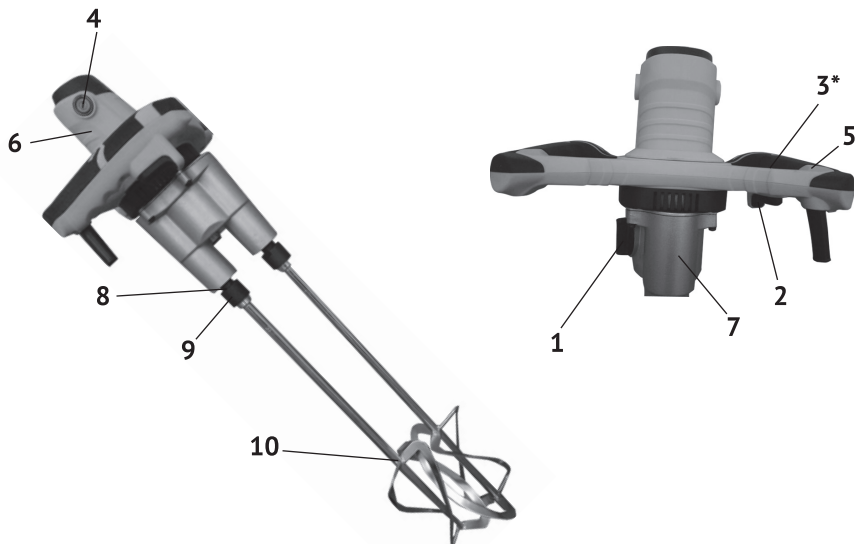

рис.1
1.6 Общий вид миксера представлен на рис.1
1.7 Миксер состоит из коллекторного двигателя в пластиковом корпусе (рис.1 поз.6) и редуктора, расположенного в металлическом корпусе (рис.1 поз.7). Крутящий момент с якоря электродвигателя через систему шестерён, передаётся на два шпинделя, соосных с двигателем. На шпиндели, накидными гайками (резьба М27 внутренняя) крепятся насадки. Гайки (рис.1 поз.9) и насадки (рис.1 поз.10) имеют хорошо различимые маркировки: «R» - правая и «L» - левая.
1.8 Клавиша выключателя (рис.1 поз.2) расположена в нижней части правой рукоятки. Слева на рукоятке находится кнопка (рис.1 поз.3) фиксации клавиши выключателя в рабочем положении. Скорость вращения шпинделей в каждом из режимов регулируется усилием, приложенным к клавише выключателя. На максимальных оборотах каждого из режимов кнопка (рис.1 поз.3) фиксирует клавишу в рабочем положении.
2.2.1 Закрепить насадки (рис.1 поз.10) гайками (рис.1 поз.9) к шпинделям (строго по маркировкам – «R» к «R» а «L» к «L»), и затянуть их ключами, входящими в комплект поставки.
- включение миксера осуществляется нажатием на клавишу выключателя (рис.1 поз.2);
- удерживая клавишу, нажатием кнопки (рис.1 поз.3), фиксируем клавишу в рабочем положении;
2.2.3 Переключатель диапазона скоростей (рис.1 поз.1) расположен на редукторе слева. Он имеет два фиксированных положения обозначенных символами «I» и «II» на концах ручки переключателя. Совмещая конец ручки переключателя с символом «Δ» на корпусе редуктора, выбираем нужный диапазон скорости.
- открутить крышку щёткодержателя (рис.1 поз.4);